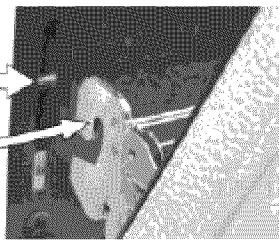

Figura 4D
5. Con la puerta del horno en la posición de asar, levante los brazos de las bisagras de la puerta sobre los pasadores de rotación ubicados a cada lado del marco del horno (vea la Figura 4D).